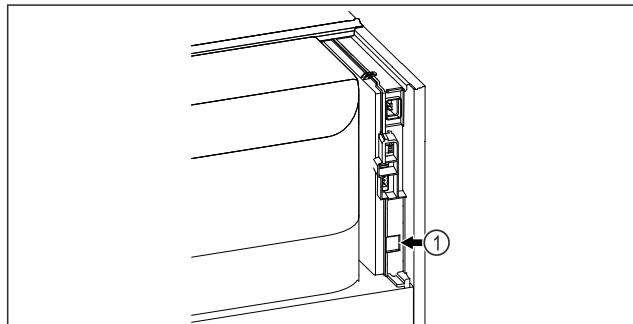

Fig. 134
- SmartModule Fig. 134 (1) se rabi.